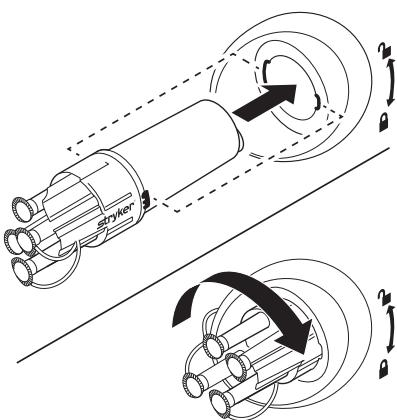

Figura 3 Instalación y bloqueo del distribuidor
1. Alinee las guías del distribuidor con las ranuras del receptáculo y empujelo para introducirlo en el receptáculo del depósito deseado del colector móvil (figura 3).